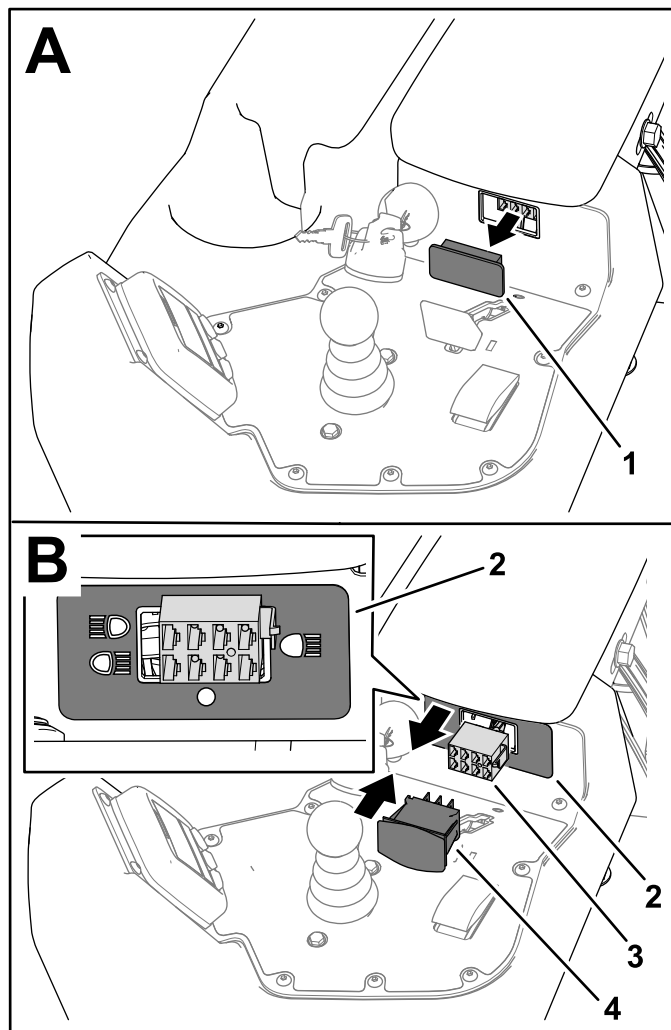

Figura 4
1. Rimuovete il tappo dalla console (Figura 4).
2. Applicate l'adesivo (N° cat. 131-2046) come illustrato nella Figura 4.
Rispettate il corretto orientamento dell'adesivo mostrato nella Figura 4.
3. Collegate il connettore del cablaggio preassemblato con l'etichetta WORK LIGHT SWITCH (interruttore delle luci di lavoro) (Figura 4) e montate l'interruttore.